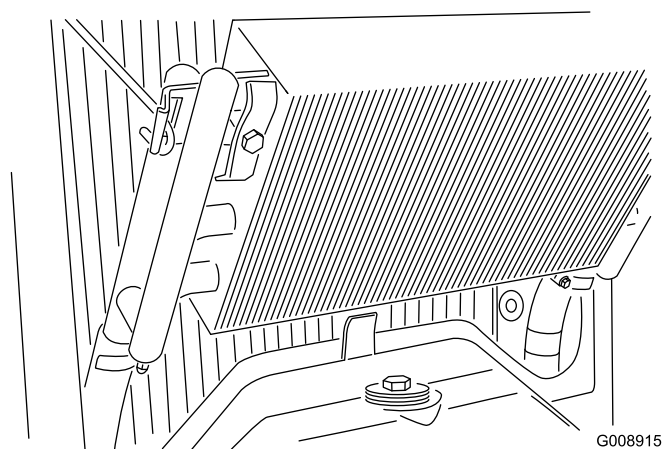

Figura 67
4. Destranque o refrigerador de óleo e articule a zona posterior (Figura 67).